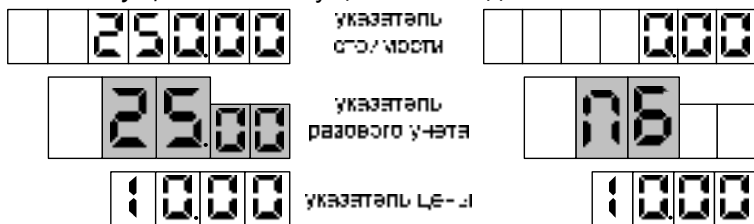

Рисунок 1
7.3 В начале новой заправки, когда колонка готова к отпуску топлива, в средней строке устройства мигающими символами отображается заданная доза, а в случае отпуска "до полного бака" – символы "ПБ" (рисунок 1). Это дает клиенту удобный способ определить, когда можно начать заправку, а также убедиться, что задано именно то количество